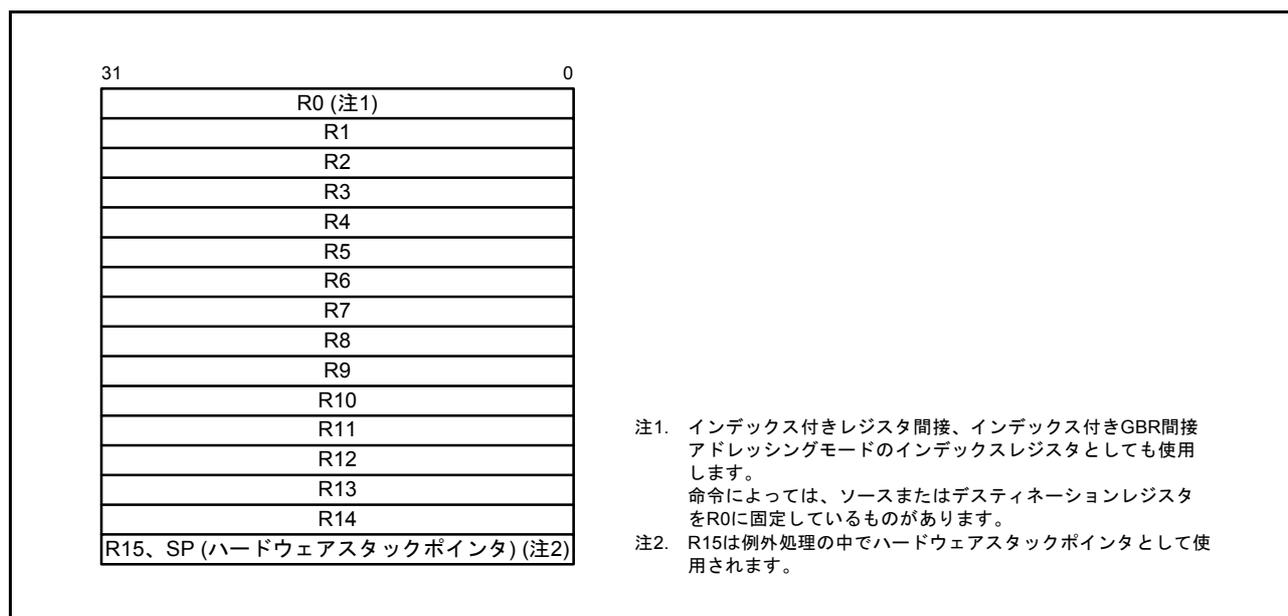

図 2.2 汎用レジスタ
汎用レジスタは32ビットの長さで、R0からR15までの16本あります。汎用レジスタは、データ処理、アドレス計算に使われます。R0は、インデックスレジスタとしても使用します。いくつかの命令では使用できるレジスタがR0に固定されています。R15は、ハードウェアスタックポインタ (SP) として使われます。例外処理でのステータスレジスタ (SR) とプログラムカウンタ (PC) の退避、回復は、R15を用いてスタックを参照し行います。図2.2に汎用レジスタを示します。